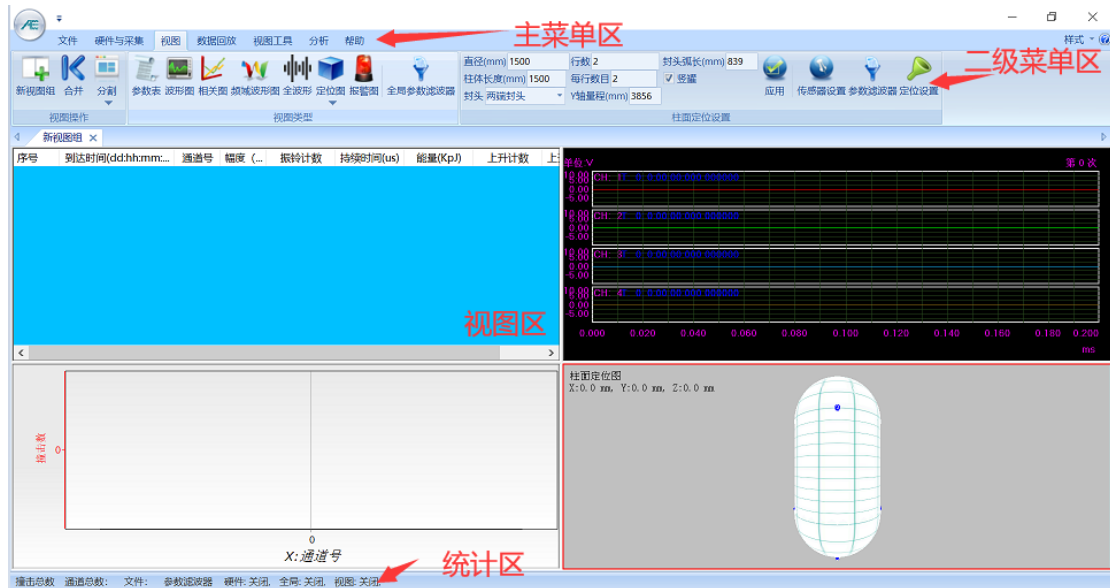

图 1-5 软件主界面视图
- 1.2.1.2 双击桌面 SWAE 图标,启动声发射应用程序,随后软件将载入默认配置,软件主界面分区参考图 1-5: